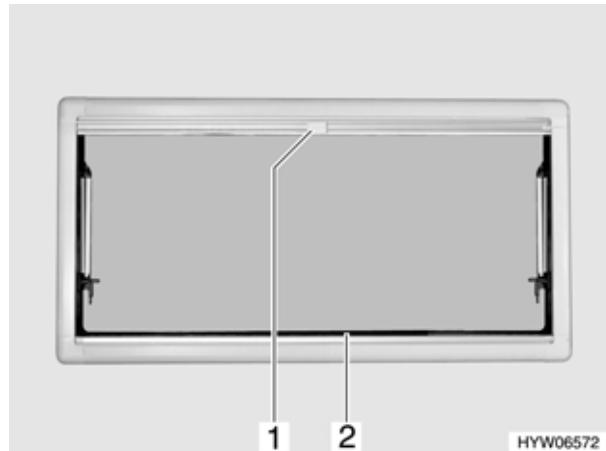

Fig. 50 Finestra apribile (variante 2)
- Afferrare la tendina oscurante pieghevole (Fig. 50,2) per la parte centrale della barra di presa, tirarla dal basso verso l'alto e rilasciarla nella posizione desiderata. La tendina oscurante pieghevole rimane in questa posizione.
- Tirare la zanzariera a rullo (Fig. 50,1) per la maniglia verso il basso fino a quando non si trova in contatto con la tendina oscurante pieghevole (Fig. 50,2).
- Premere la maniglia della zanzariera a rullo (Fig. 50,1).